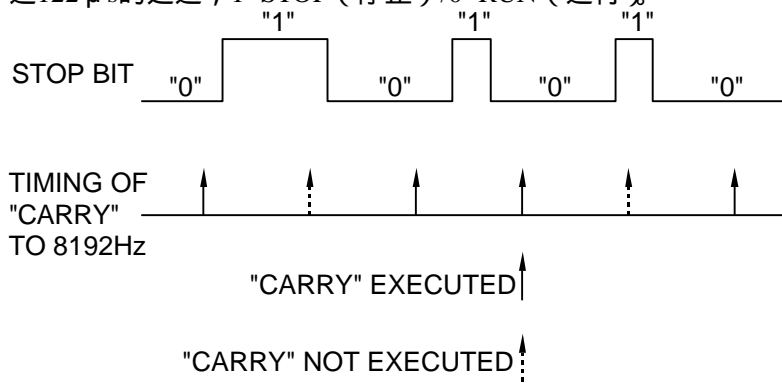

图14
- e) 固定周期波形方式可用于振荡频率时基的调整。(见图14)